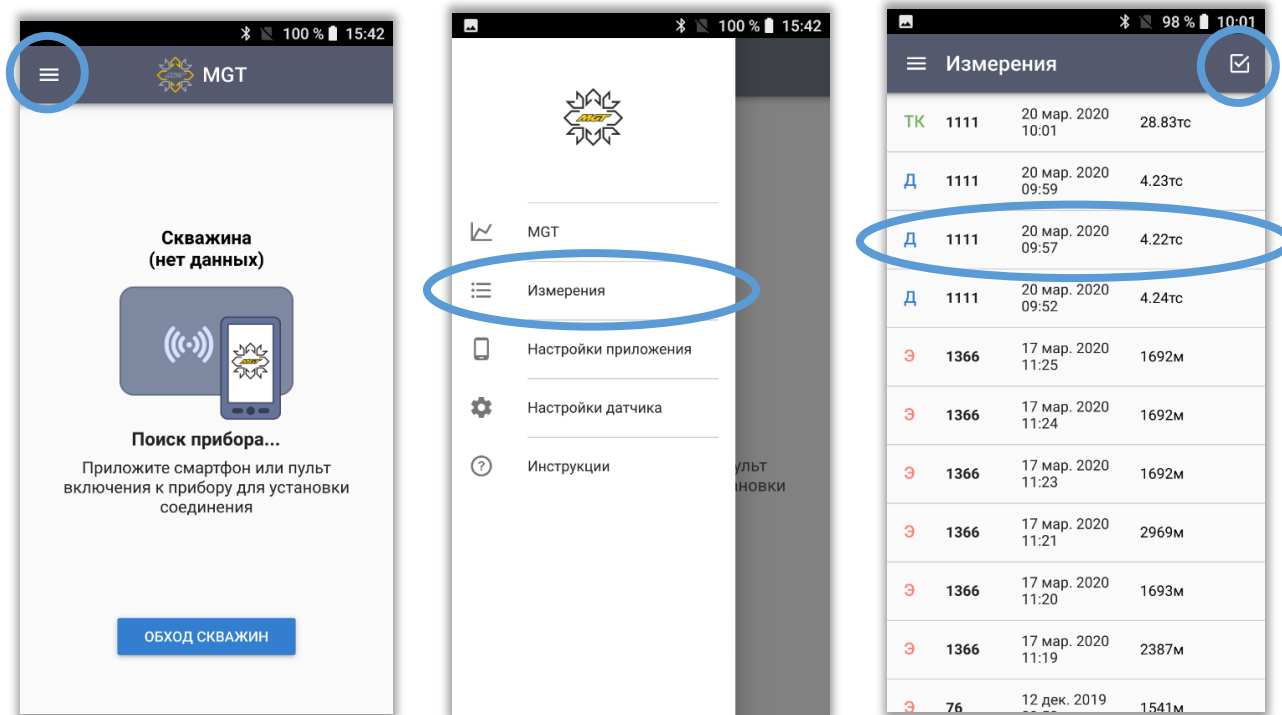
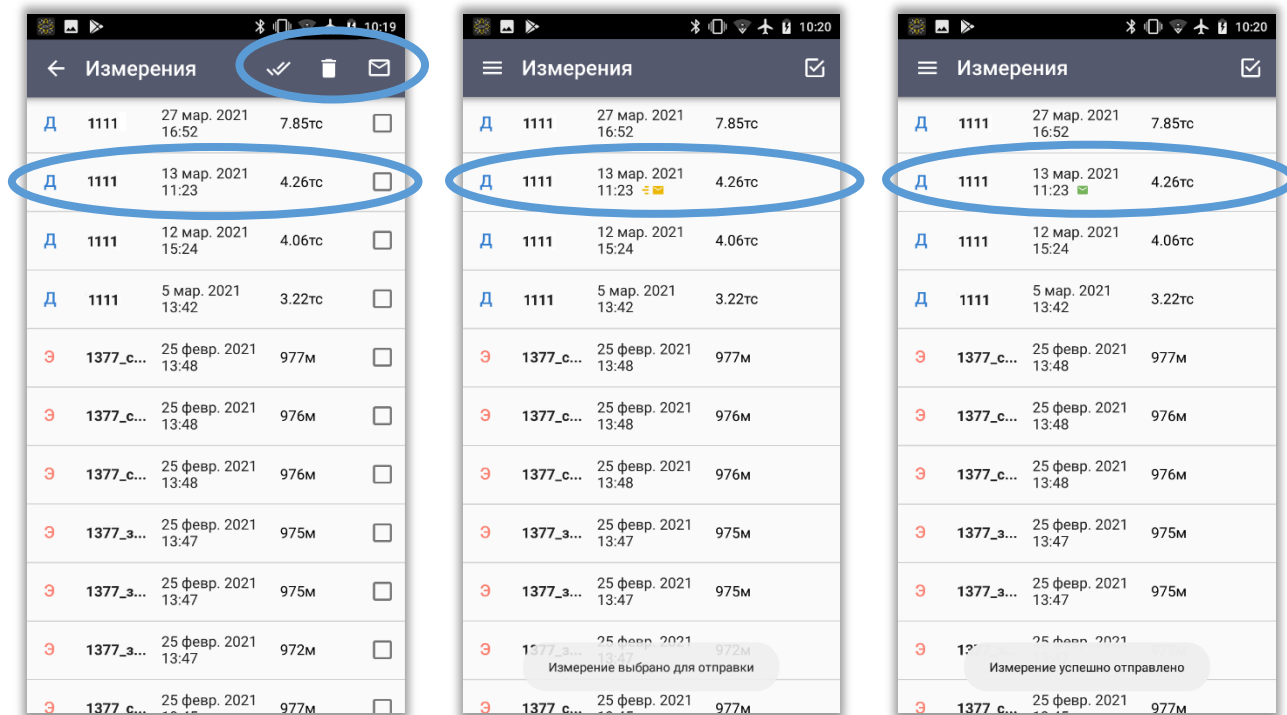

рис.17
рис.18
2) Появившемся окне выберите значок «галочка» и отметьте измерения (рис.17), которые хотите отправить. Затем нажмите значок «конвертик» для отправки выбранных измерений. (рис.18)